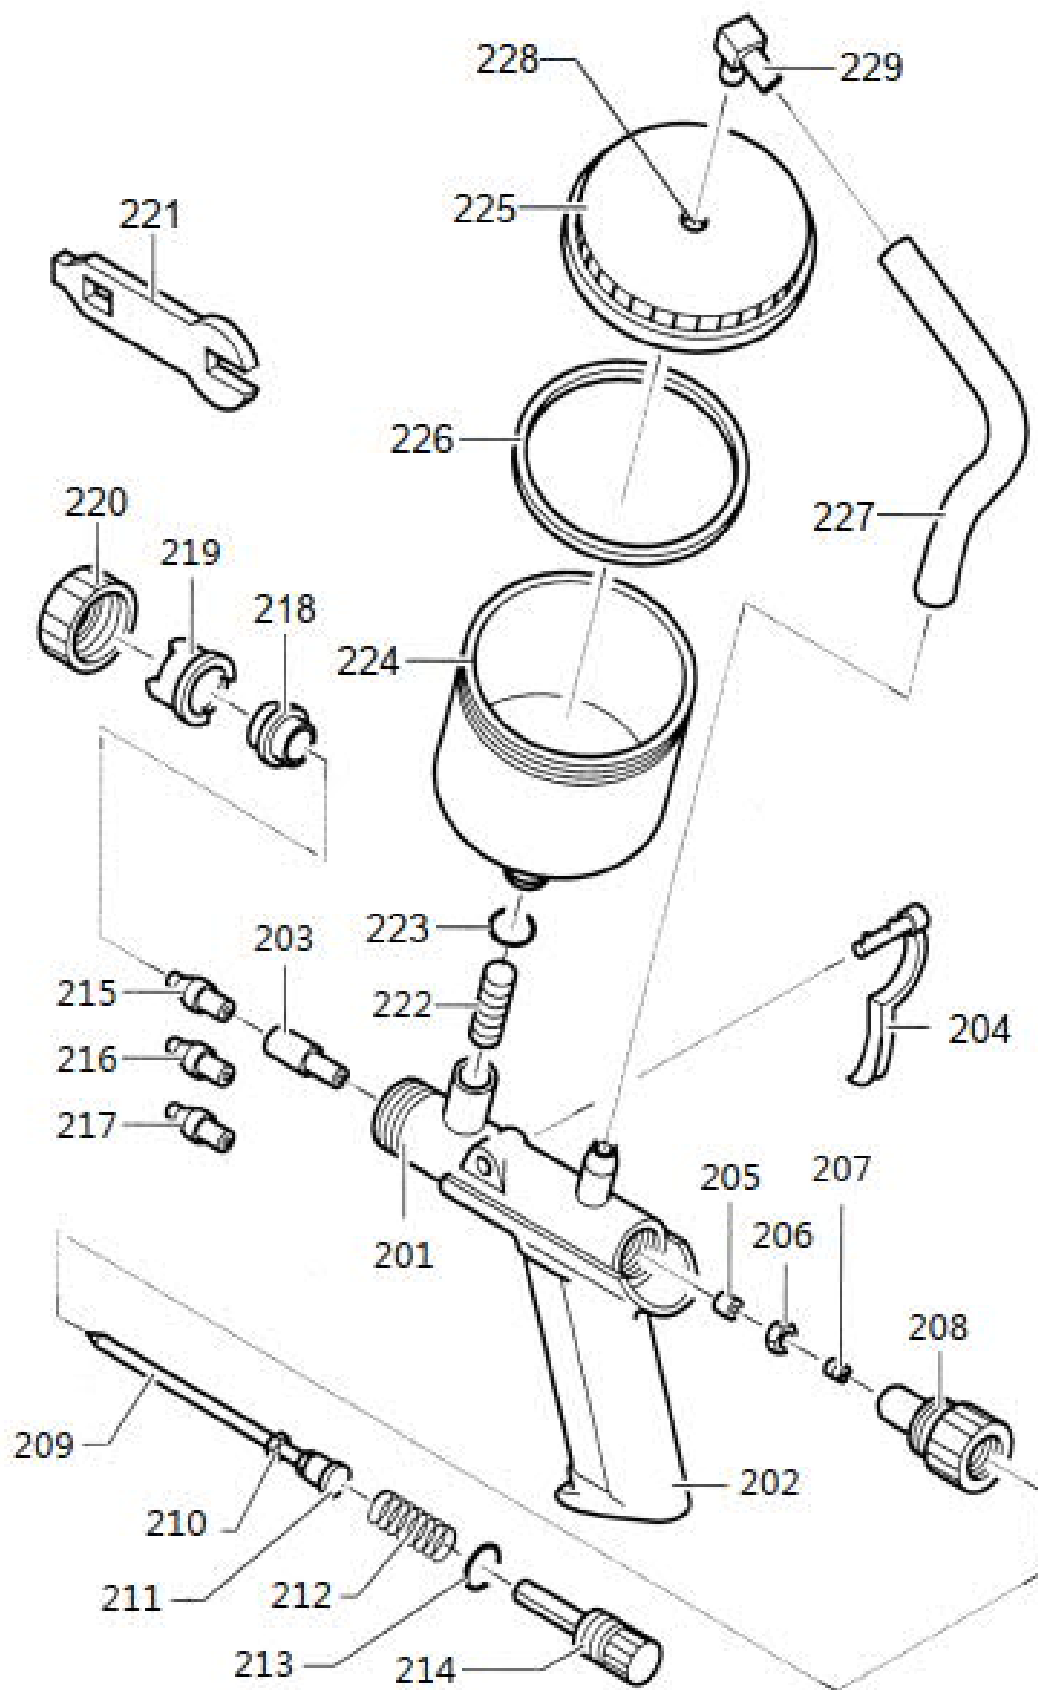
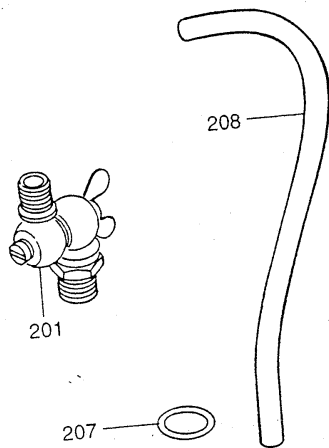
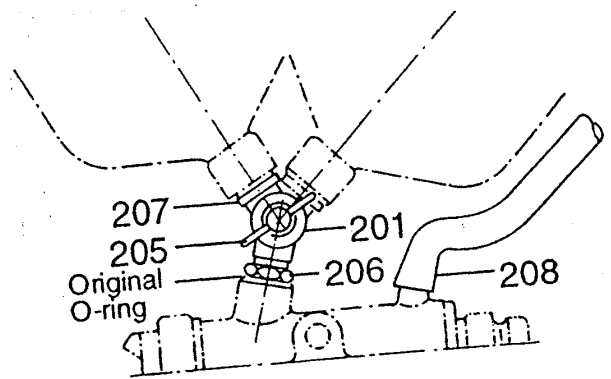
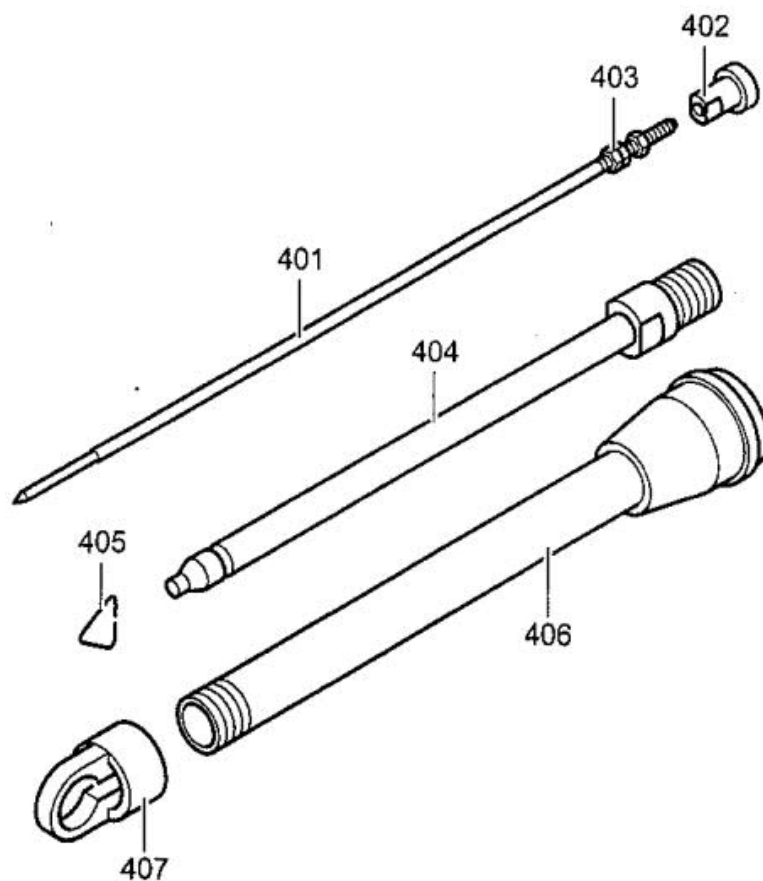

Рисунок 3
Рисунок 4
Рисунок 5
Рисунок 6
<ul style="list-style-type: none"> Регулировочная гайка (поз.210, рис. 3), устанавливаемая на иглу, занимает неправильное положение 	<ul style="list-style-type: none"> Выкрутите гайку и повторно установите ее на иглу таким образом, чтобы образовался требуемый зазор
(идент.№ ВJ 371 160 1000) (Рисунок 3)
(идент.№ ВJ 371 160 0010) (Рисунок 3)
Шарнирный элемент (Рис.4, 5)
Удлинительная трубка (рис. 6)
12.1 Шарнирный элемент (см. рис. 4,5)
Для распыления в направлении «вверх», а также для покраски потолочных зон и прочих «неудобных» для нанесения покрытий элементов поверхности, рекомендуется использовать специальный инструмент – шарнирный элемент (см. рис. 4, поз. 201), который позволяет удерживать бачок для краски в вертикальном положении при изменении угла распыления. Устанавливается между корпусом пистолета и бачком для краски.
- 1) Для установки шарнирного элемента сначала демонтируйте угловую деталь (рис. 3, поз. 229) с крышки бачка для краски и отсоедините ее от напорного шланга (рис. 3, поз. 227). Затем отсоедините шланг (рис. 3, поз. 227) от корпуса пистолета (рис. 3, поз. 201). Замените шланг сжатого воздуха (рис. 3, поз. 227) на более длинный (см. рис. 4, 5, поз. 208).
- 2) При помощи гаечного ключа отсоедините бачок (рис. 3, поз. 224) от корпуса пистолета, затем отвинтите медный ниппель (рис. 3, поз. 222). Снимите уплотнительное кольцо (рис. 3, поз. 223) с ниппеля.
- 3) Демонтируйте шестигранную гайку (см. рис. 5, поз. 206) и уплотнительное кольцо (рис. 4, 5, поз. 207) со штуцера шарнирного элемента, затем снова навинтите гайку (см. рис. 5, поз. 206) на штуцер шарнирного элемента, к гайке добавьте уплотнительное кольцо (рис. 3, поз. 223), ввинтите штуцер с гайкой и уплотнением в тело корпуса пистолета. Выровняйте шарнирный элемент и затяните шестигранную гайку (см. рис. 5, поз. 206). Уплотнительное кольцо (рис. 4, 5, поз. 207) установите на противоположный штуцер в верхней части шарнирного элемента, навинтите на штуцер бачок для краски.
- 4) Установите угловую деталь (рис. 3, поз. 229) на крышку бачка для краски, соедините угловую деталь и корпус пистолета при помощи длинного напорного шланга (рис. 4, поз. 208).
Внимание! Поворачивайте крыльчатую гайку (рис. 5, поз. 205) осторожно, не прилагайте чрезмерных усилий, затягивайте ее до тех пор, пока бачок для краски можно поворачивать.
12.2 Удлинительная трубка (см. рис.6)
- 1 Демонтируйте накидную гайку (рис. 3, поз. 220) пистолета-распылителя PN 2 / PN 2A, а затем воздушную головку (рис. 3, поз. 218-219) с насадкой (рис. 3, поз. 215, 216, 217). Далее произведите демонтаж иглы для насадки как описано в п. 8.3.
- 2 Вставьте иглу (рис. 6, поз. 401) в пружинную втулку (рис. 3, поз. 208), затем вставьте нажимную пружину (рис. 3, поз. 212) и шайбу (рис. 3, поз. 213) и винтите регулировочную головку (рис. 3, поз. 214) в пружинную втулку (рис. 3, поз. 208). Готовую сборочную единицу вставьте в корпус пистолета-распылителя.
- 3 Винтите трубку с насадкой для распыления (рис. 6, поз. 404) в место установки стандартной насадки и слегка затяните.
- 4 Установите присоединительную трубу (рис. 6, поз. 406) в корпус пистолета-распылителя, предварительно демонтировав устройство для изменения направления струи. Осторожно прикрутите трубу при помощи накидной гайки (рис. 3, поз. 220). Прикрутите устройство для изменения направления струи (рис. 6, поз. 407), аккуратно затяните таким образом, чтобы его можно было повернуть в любое необходимое для распыления положение.
5 После сборки удлинительной трубки и пистолета-распылителя убедитесь, что курок (рис. 3, поз. 204) по-прежнему имеет свободный ход. Он не должен касаться передней части корпуса пистолета-распылителя, в противном случае не произойдет плотного закрытия иглы насадки. Свободный ход курка может быть увеличен путем изменения положения (подстройки) самоконтращейся шестигранной гайки (рис. 6, поз. 403), смонтированной на игле насадки.